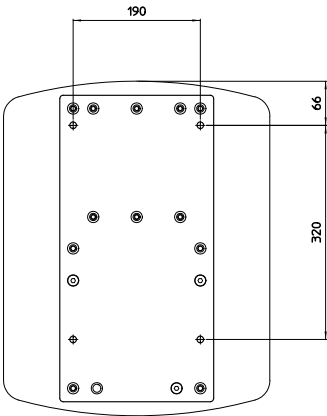

Figura 2: placa posterior para la instalación de pared del módulo
- ✓ Identifique la posición de los 4 agujeros que se realizarán en la pared de acuerdo con el diagrama de la Figura 2;